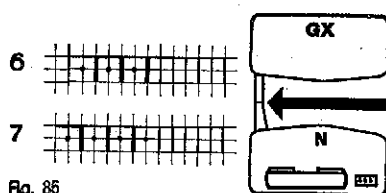

Fig. 85
Aumente 6 puntos de cada lado, Fig. 85
Posición de agujas para aumentar números pares de puntos (6), Fig. 85 arriba.
Posición de agujas para aumentar números nones de puntos (7), Fig. 85 abajo.